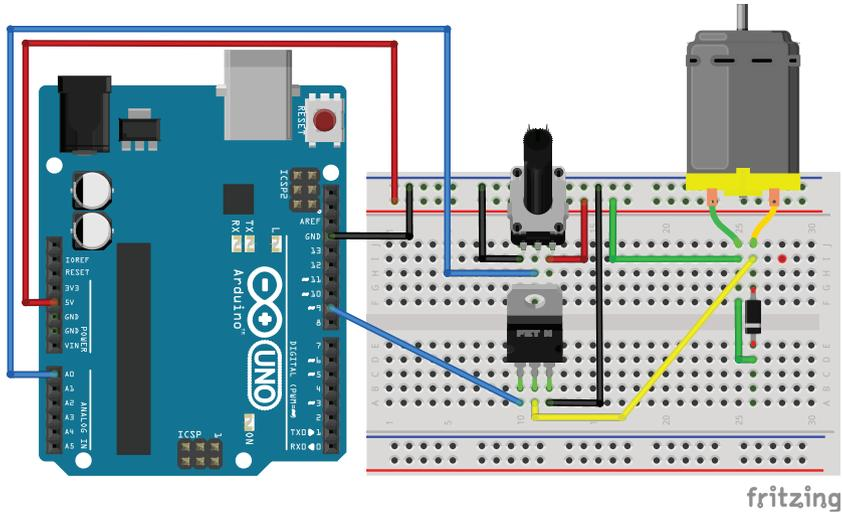

Рис. 11.1. Схема подключения мотора к Arduino
В нашем эксперименте мы будем управлять скоростью вращения мотора изменением напряжения, подаваемого на MOSFET. Управлять напряжением, подаваемым на MOSFET, будем с помощью ШИМ (широтно-импульсной модуляции). В эксперименте 5 мы уже рассматривали использование ШИМ для получения изменяющегося аналогового значения посредством цифровых сигналов. Для регулирования скорости двигателя будем использовать потенциометр. Схема подключения элементов для данного эксперимента показана на рис. 11.1.
1. Подключаем элементы к плате Arduino по схеме на рис. 11.1.